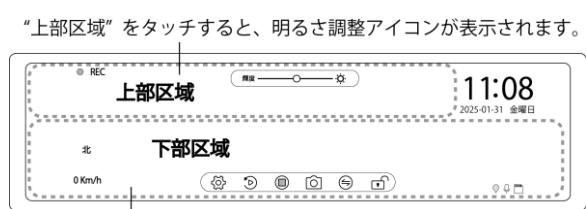

図20
- ⑪明るさ調整アイコン : 液晶モニターの『上部区域』をタッチすることで『明るさ調整アイコン』が表示されます。上部区域内で、指を左右にスライド操作することで画面の明るさを調整することができます (図20、22参照)。
- 1) 液晶モニターの『下部区域』をタッチすることで、各種アイコンが表示されます (図20参照)。